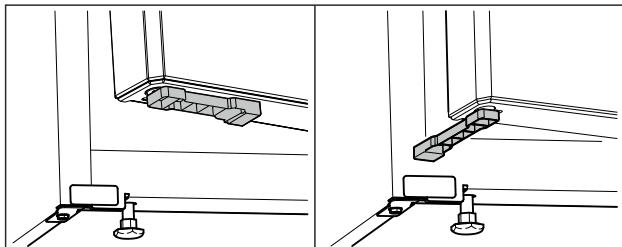

Fig. 69 *
- ▶ Pöörake ukse vahehoidikut 90°. (vt. Fig. 69) *